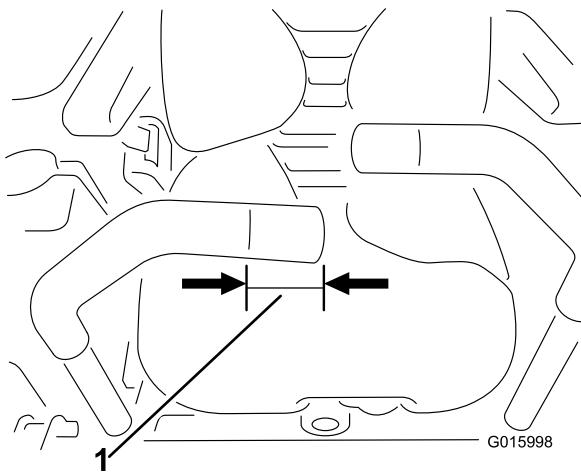

Figura 12
1. Para instalar el adaptador de montaje del interruptor, recorte 40 mm de la palanca de control de movimiento de la derecha (Figura 12).
1. Pase la última rama del arnés de cables que lleva los conectores del interruptor combinado y del faro y del intermitente de la derecha (Figura 12) a través del chasis derecho a la altura de la rueda trasera, hacia el faro (Figura 16).